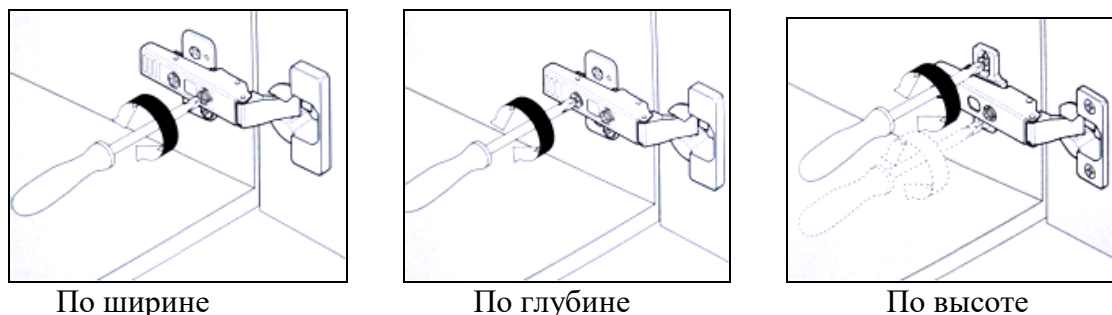

Рис. 27
- произвести регулировку дверей по глубине, ширине и высоте (Рис. 27);